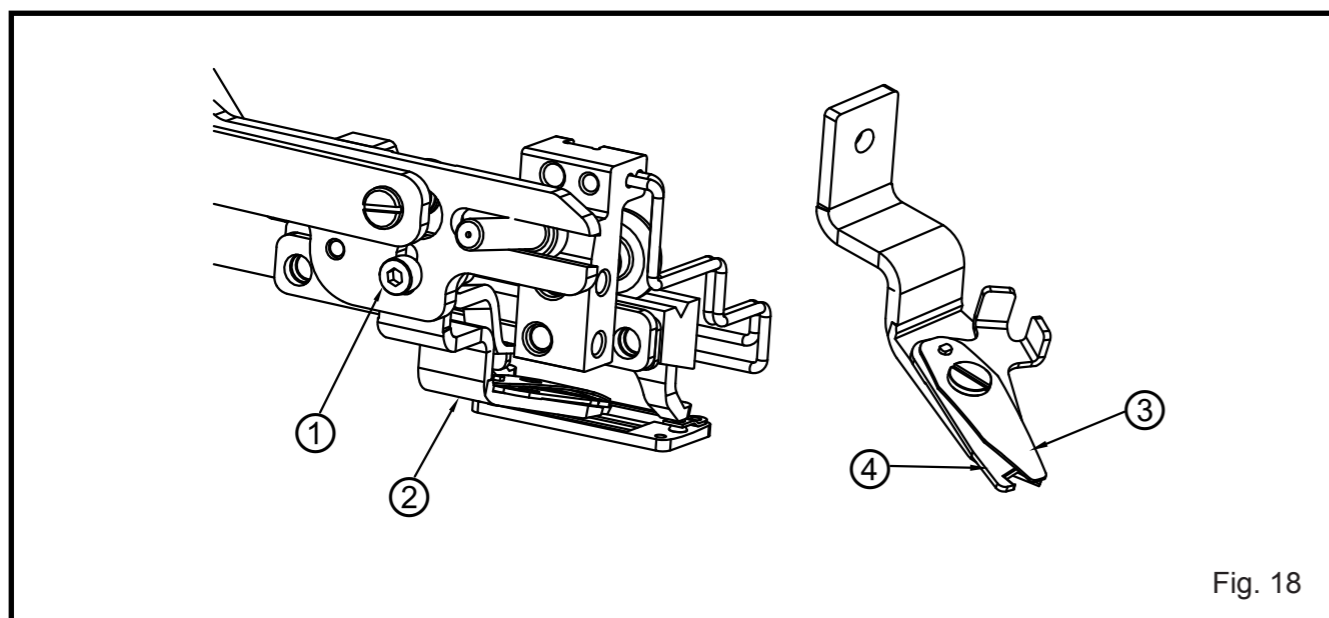

Fig. 18
#### 1. Ajuste a força da mola da tesourinha do corta fio da agulha ② (Fig. 18)